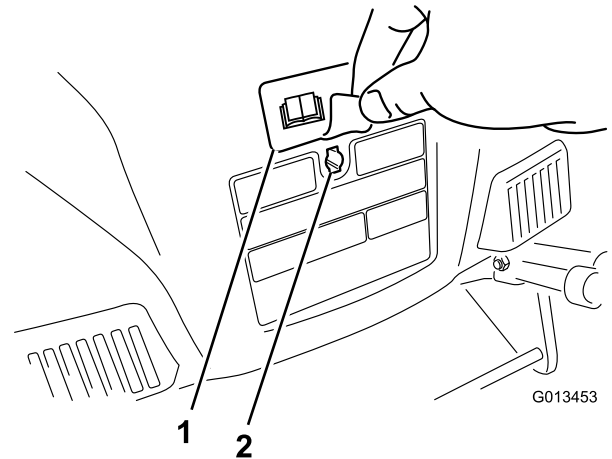

Figura 5
3. Retire la pegatina que cubre el orificio en forma de bocallave de la parte trasera de la carcasa (**Figura 5**).